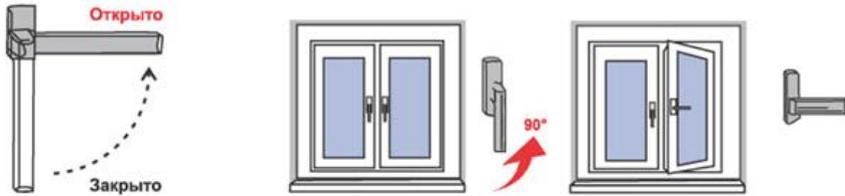

Рис. 1. Сплошной режим
2. Чтобы окно открыть (распахнуть створку окна), ручку поворачивают на 90 градусов в горизонтальное положение (положение «Открыто» на Рис. 1).